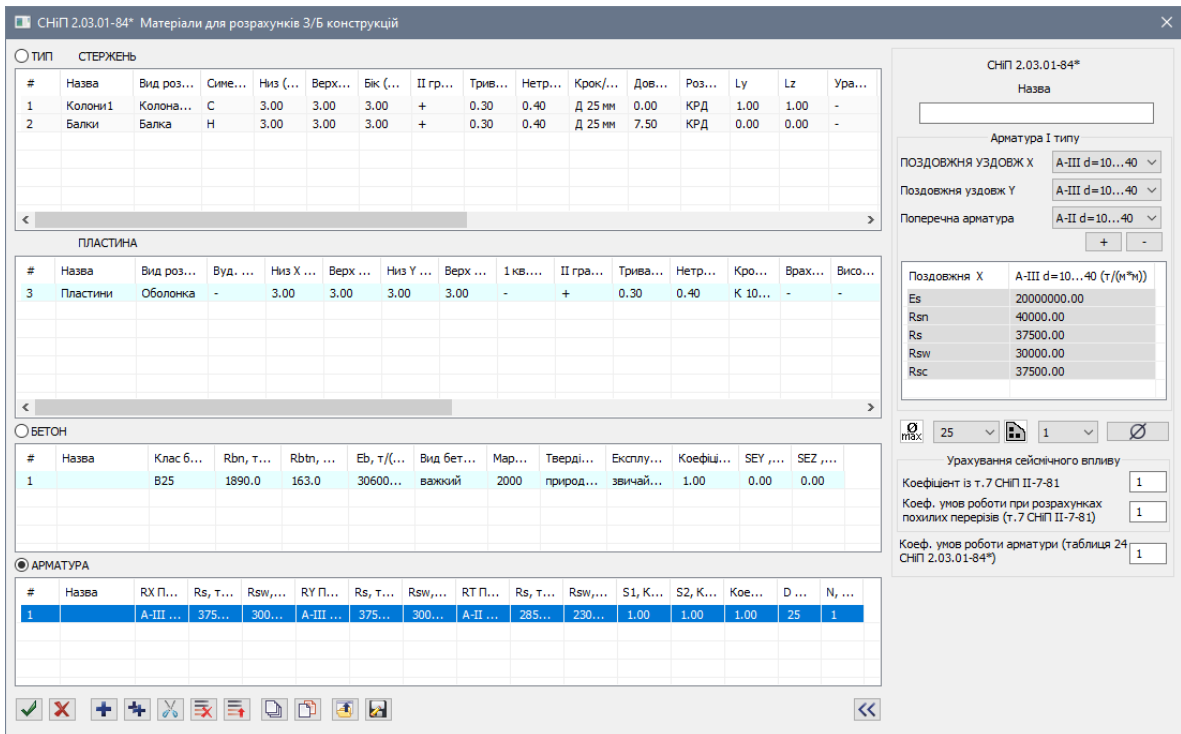

Рис. 21.11. Діалогове вікно **Матеріали для розрахунку З/Б конструкцій** (для арматури)
- Натисніть по пустому рядку в таблиці **Арматура** (рис. 21.11). У розкритому списку **Максимальний діаметр поздовжньої арматури** виберіть рядок відповідний діаметру арматури **25 мм**. Всі інші параметри залишаємо заданими за умовчанням (за умовчанням приймається арматура класу А-III).